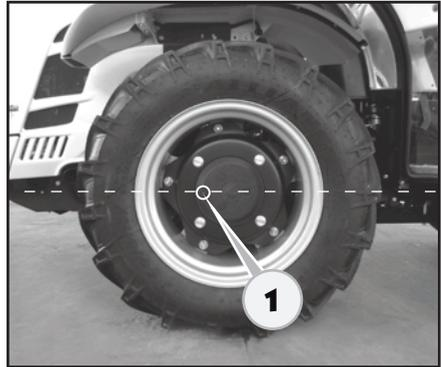

Abb. 6.57
4. Den Traktor so positionieren, dass sich der Stopfen (1) waagrecht zur Radachse befindet (Abb. 6.57).